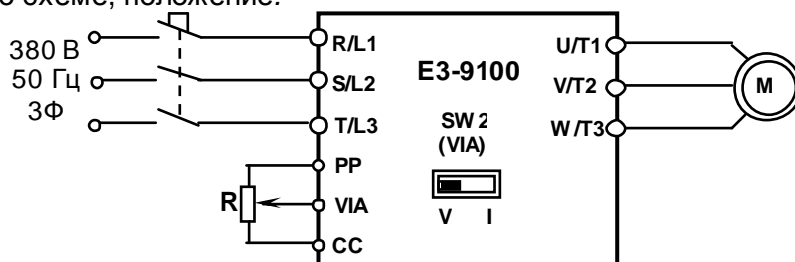

Рис.4.23
- 4.18.21. Отключить питание ПЧ, дождаться когда погаснет индикация. Установить переключатель **SW2** в положение «V». Подключить потенциометр **R** к входным клеммам управления (рис. 4.23). Движок потенциометра **R** установить в нижнее, по схеме, положение.